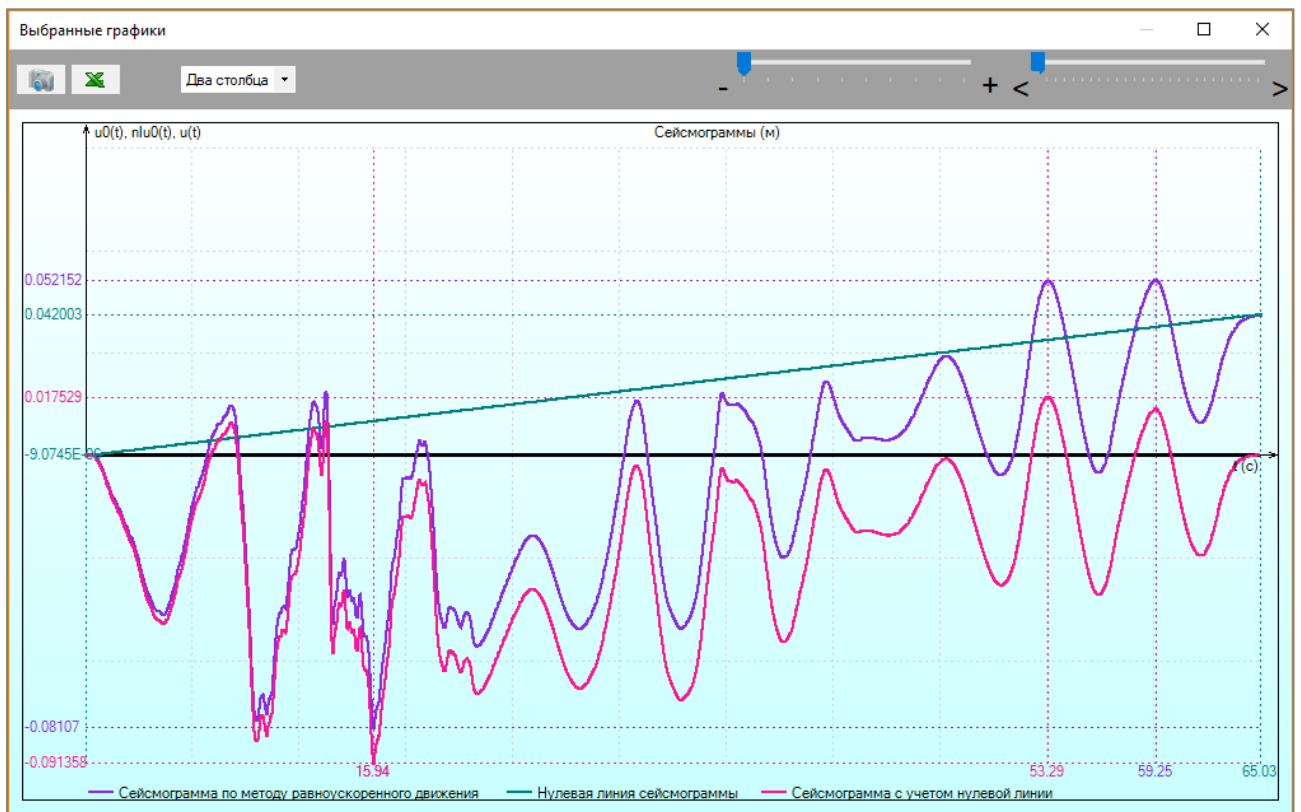

Рис. 13.13. Поворот нулевой линии
- **Поворот нулевой линии** — вычитание из входных данных координат прямой, проходящей через первую и последнюю точку исходного графика (рис. 13.13).